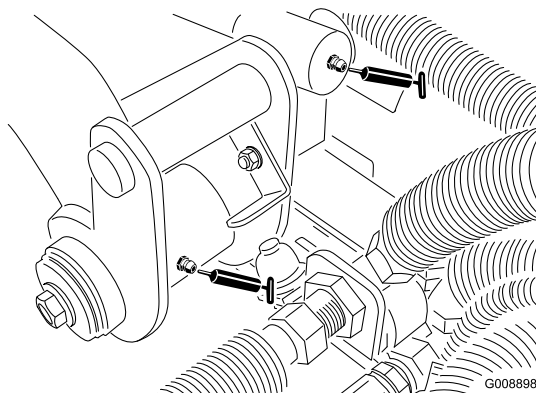

Bild 32
- Hintere Hubarm-Drehbüchsen und Hubzylinder (2) (Bild 32)